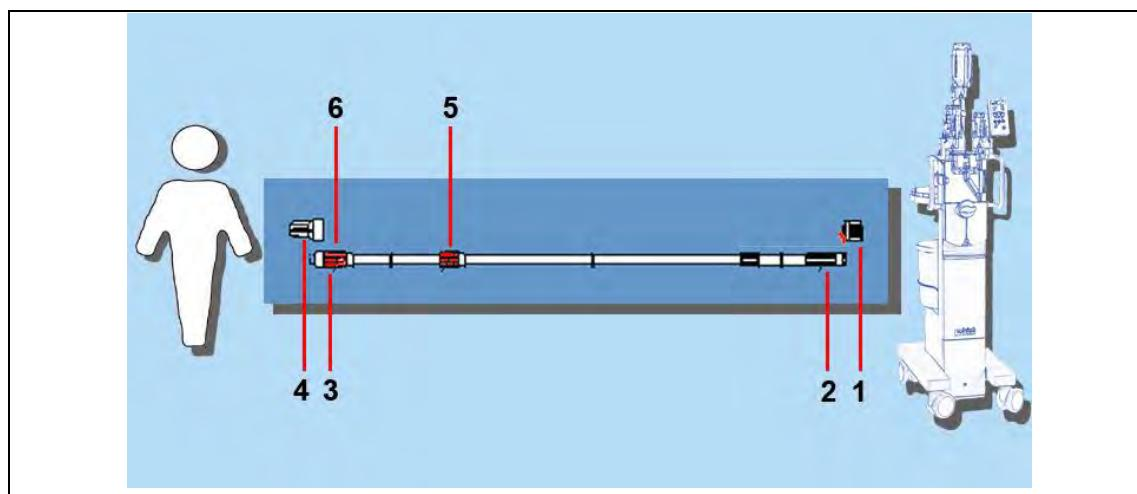

Рис. 13: Трубка пациента
Помимо конструктивных средств безопасности системы (только одно направление потока жидкости) два обратных клапана (см. Рис. 13, см. 32, № 5 и 6) обеспечивают дополнительную защиту от загрязнения.
3. Снять защитный колпачок 1 (см. Рис. 13, стр. 32, № 1).
4. Подсоединить трубку пациента с разъёмом Люэра 1 (гнездовая часть) (см. Рис. 13, см. 32, № 2) к трубке насоса.
6. Снять защитный колпачок 2 (см. Рис. 13, стр. 32, № 4).
7. Конец трубы со стороны пациента зафиксировать над сливной ёмкостью так, чтобы разъём Люэра 2 (см. Рис. 13, стр. 32, № 3) находился сразу под держателем и конец трубы не касался сливной ёмкости.